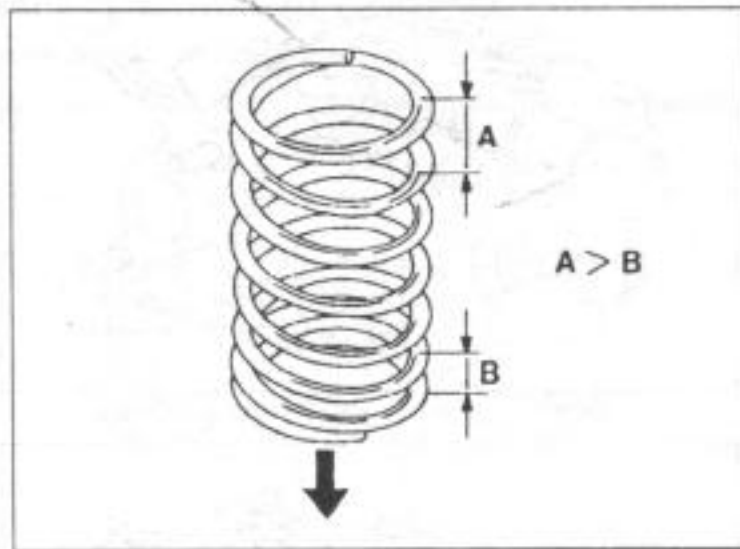

Рис. 60.
• Седла пружин клапанов и пружины клапанов установить на головку блока цилиндров (на соответствующие клапаны, если применяются те же самые пружины). Если были применены компенсационные шайбы для компенсации длины клапанов, они должны входить в седла пружин клапанов. Пружины с одного конца имеют меньшую навивку. Эта сторона входит в головку блока цилиндров. На рис. 60 показана пружина клапана. У ДОНС-двигателя две пружины на каждый клапан.